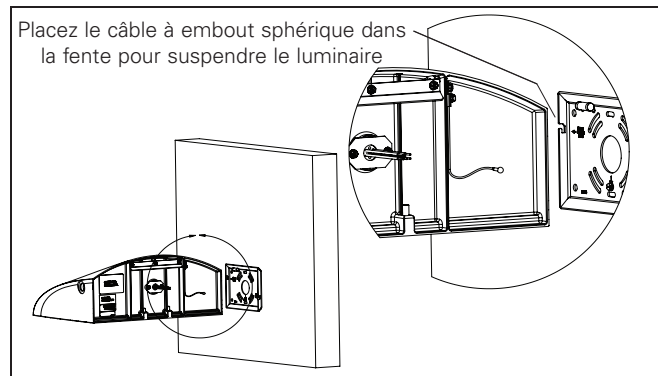

Figure 3.
3. Suspendez le luminaire à la plaque de calage en utilisant le câble à à embout sphérique situé derrière le luminaire. (Figure 3).